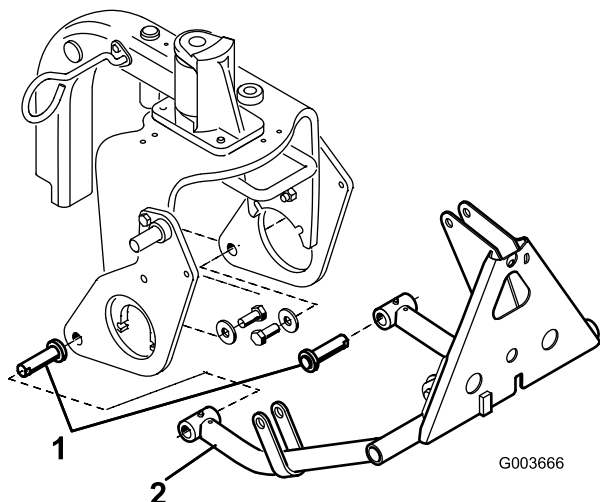

Figura 8
- Introduzca un pasador cilíndrico en el tubo de cada brazo de empuje según se muestra en Figura 8.
- Introduzca los tubos de los brazos de empuje en las chapas laterales derecha e izquierda, alineando las guías de los pasadores cilíndricos con los taladros de las chapas laterales (Figura 8).
- Monte el pasador de cilindro en cada chapa lateral con un perno (5/8 x 1-1/2 pulgadas) y una arandela (1,68 DE x 0,65 DI) según se muestra en Figura 8. Apriete los pernos a 203 Nm.